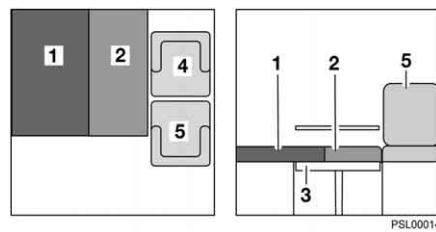

Bild 37 Nach dem Umbau
- Das Sitzpolster (Bild 37,2) auf den Tisch ziehen.
- Das Rückenpolster (Bild 37,1) auf die Sitzbank legen.
- Den Beifahrersitz (Bild 37,5) so weit wie möglich zur Fahrerseite schieben.
- Den Fahrersitz (Bild 37,4) möglichst nahe an den Beifahrersitz heranschieben.